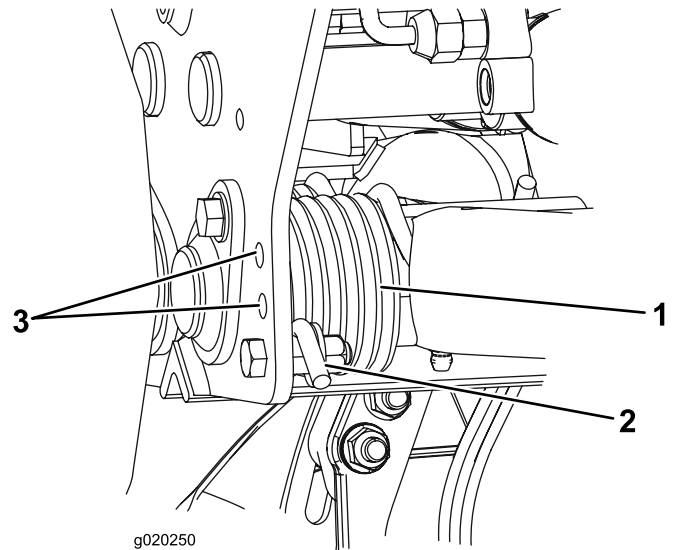

Figura 33
2. Infilate un tubo o un oggetto simile sull'estremità della molla lunga al fine di allentare la tensione della molla durante la messa a punto (Figura 33).
3. Mentre allentate la tensione della molla, togliete il bullone e il dado di bloccaggio che fissano l'attuttore della molla alla staffa (Figura 33).